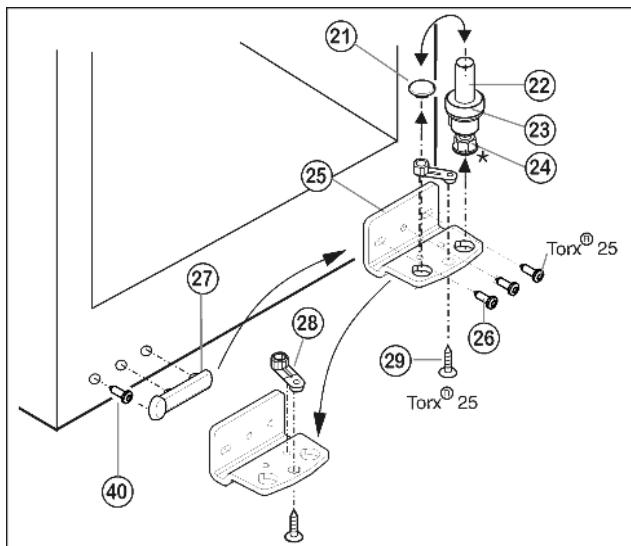
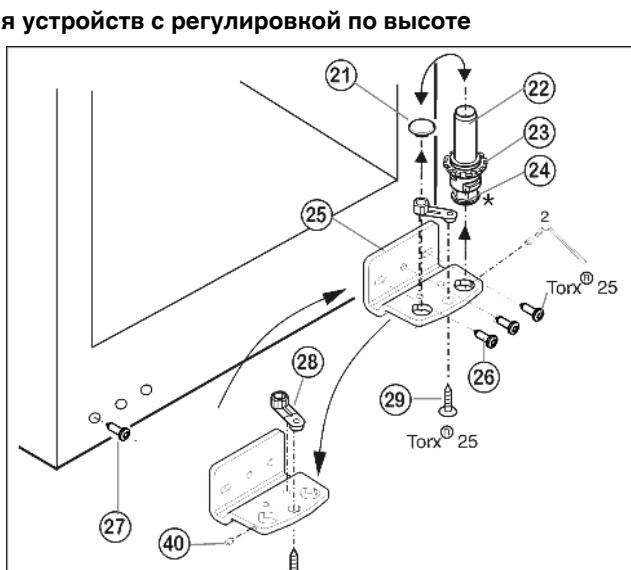

Fig. 5
Fig. 6
- Извлеките опорный винт Fig. 5 (22) в комплекте с шайбой Fig. 5 (23) и регулируемой опорой\* Fig. 5 (24), вытягивая его вверх.
- Снимите пробку Fig. 5 (21).
- Открутите Fig. 5 (26) опорный кронштейн Fig. 5 (25).
- Открутите Fig. 5 (29) опорную деталь Fig. 5 (28) и, переставив в отверстие на противоположной стороне опорного кронштейна, снова прикрутите.
- Осторожно снимите и переставьте на противоположную сторону крышку со стороны ручки Fig. 5 (27) и винт Fig. 6 (40).
- Снова прикрутите опорный кронштейн Fig. 5 (25) на новой стороне шарнира (**с моментом 4 Нм**). При необходимости используйте аккумуляторный шуруповерт.
- Переставьте пробку Fig. 5 (21) в свободное отверстие.
- Вновь установите опорный винт Fig. 5 (22) в комплекте с шайбой и регулируемой опорой\*. При этом фиксатор должен быть направлен назад.
- Отвинтите установочный винт Fig. 6 (40) приблизительно на один оборот прилагаемым торцевым ключом.
- Извлеките опорный винт Fig. 6 (22) в комплекте с шайбой Fig. 6 (23) и регулируемой опорой\* Fig. 6 (24), вывинчивая его вверх.
- Снимите пробку Fig. 6 (21).
- Открутите Fig. 6 (26) опорный кронштейн Fig. 6 (25).
- ▶ Полностью выкрутите установочный винт Fig. 6 (40) и вкрутите на противоположной стороне на нижнем опорном кронштейне, чтобы он был заподлицо с этим кронштейном.
- ▶ Открутите Fig. 6 (29) опорную деталь Fig. 6 (28) и, переставив в отверстие на противоположной стороне опорного кронштейна, снова прикрутите.
- ▶ Переставьте пробку Fig. 6 (21) в свободное отверстие.
- ▶ Выкрутите болт Fig. 6 (27) и переставьте его на противоположную сторону.
- ▶ Снова прикрутите опорный кронштейн Fig. 6 (25) на новой стороне шарнира (**с моментом 4 Нм**). При необходимости используйте аккумуляторный шуруповерт.
- ▶ Вновь установите опорный винт Fig. 6 (22) в комплекте с шайбой и регулируемой опорой\*.
- ▶ Затяните установочный винт Fig. 6 (40).
- ▶ Установите дверцу сверху на нижний опорный палец Fig. 6 (22).
- ▶ При необходимости выровняйте дверцы через два продольных паза в нижнем опорном кронштейне Fig. 6 (25) параллельно корпусу устройства. Для этого выкрутите средний винт.